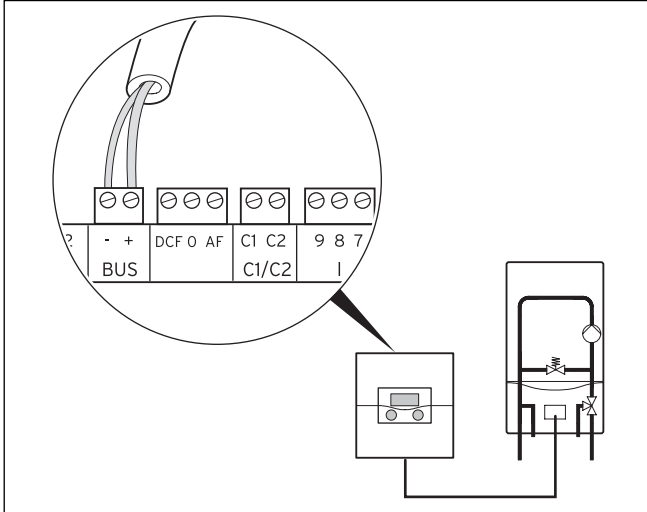

Fig. 5.2 Collegamento dell'apparecchio di riscaldamento
- Effettuare il cablaggio di allacciamento della caldaia come in fig. 5.2.